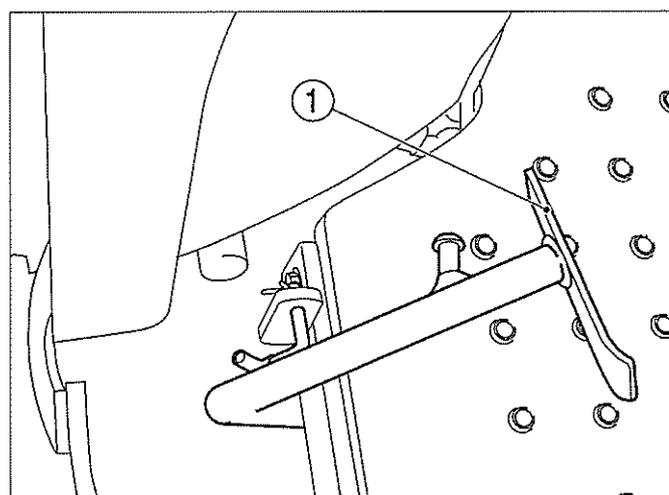

FIG. 15 / ABB. 15 / FIG. 15
FIG. 15 : Lorsqu'elle est entièrement enfoncée, cette pédale (1) débraye le moteur de la transmission pour pouvoir démarrer, sélectionner/changer les vitesses et stopper le tracteur. La prise de force nécessite également le débrayage de l'embrayage. Remonter lentement la pédale permettra d'embrayer et réalimentera la transmission et la prise de force.